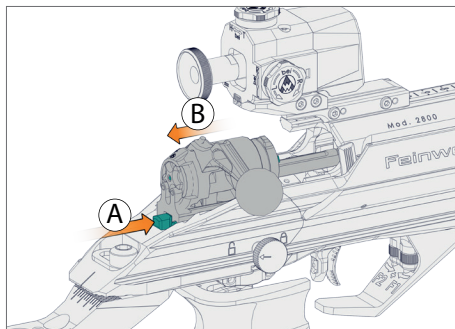

Abb. 7
- Schieber drücken und halten (Schritt A, siehe Abb.7).
- Verschlusseinheit herausnehmen (Schritt B, siehe Abb.7).